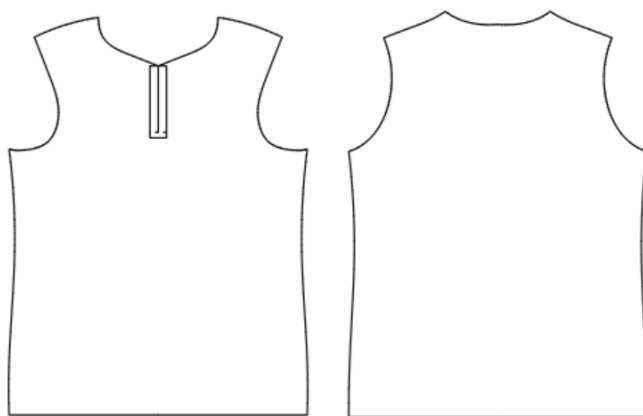

图 4-2-2 衣身结构处理
① 前领口适当开大, 侧颈点沿肩线开大“1cm”, 前颈点下降“1cm”, 修正前领口线; 后肩按前肩长度截取, 后颈点下降“1cm”, 修正后领口线。
② 后中向下按照“衣长”尺寸延长, 用“ (智能笔)”工具, 右键单击衣长止点拖动至侧缝与腰围交点, 完成后片加长处理; 前片参照后片对应处理。
③ 前后侧缝各做“1cm”收腰处理, 修顺侧缝线。
④ 用“ (剪断线)”和“ (橡皮擦)”工具删除不必要线条; 用“ (对称)”工具沿前、后中将前、后片对称处理。
⑤ 前中做“12cm”开口处理; 做长“13cm”、宽“3cm”的门襟; 完成衣身结构处理, 如图 4-2-2 所示。